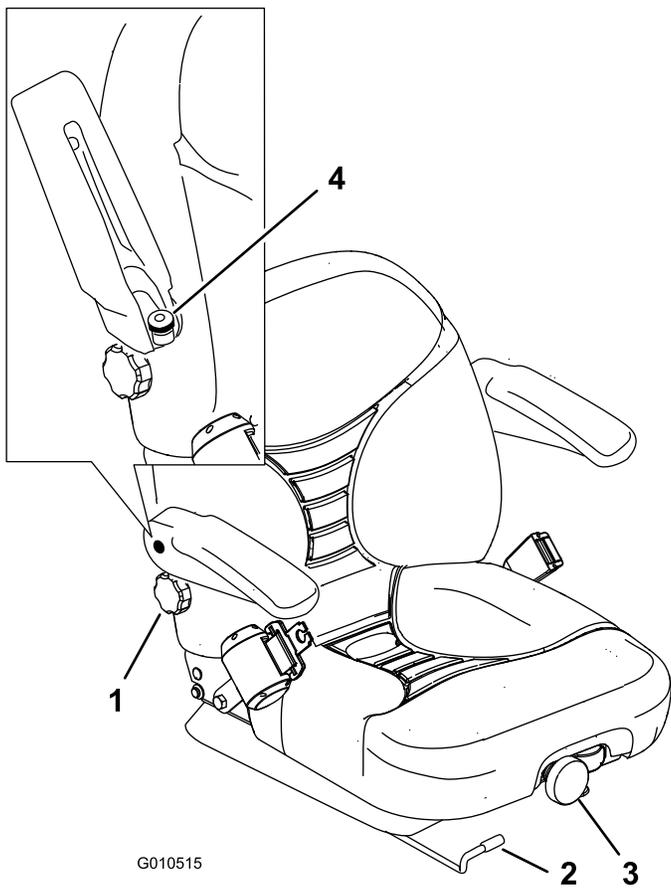

Bild 5
1. Drücken Sie den Hebel zum Entriegeln des Sitzes nach unten, um den Sitz einzustellen (Bild 5).
Drehen Sie das Handrad zum Verstellen an der Vorderseite solange, bis der gewünschte Komfort erreicht ist (Bild 5).
Heben Sie die Armlehnen an und drehen Sie das Handrad in eine Richtung, bis der gewünschte Komfort erreicht ist (Bild 5).
Drehen Sie zum Verstellen das Handrad unter der rechten Armlehne solange in eine Richtung, bis der gewünschte Komfort erreicht ist (Bild 5).